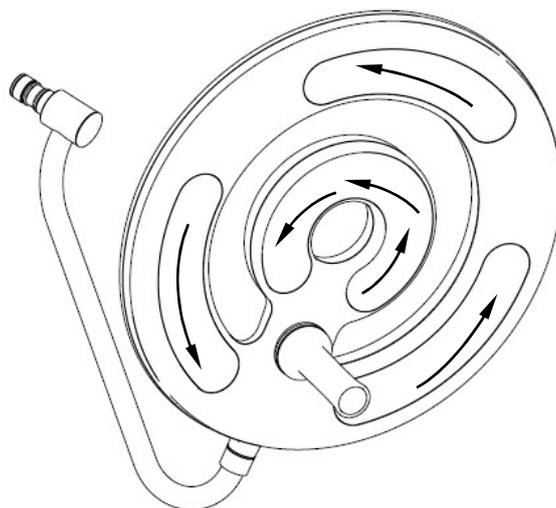

Figura 3-1 Como limpar o vidro
- Ao limpar/ desinfetar o vidro da cabeça de luz, certifique-se de limpar ao longo do raio, como a Figura 3-1 demonstra. Não limpe em movimentos de vai e vem ou em círculos. Caso contrário, a superfície do vidro pode ser danificada.